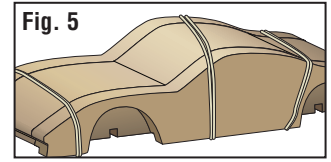

Fig. 5
- Hold Sides tightly in place with rubber bands until completely dry (Fig. 5). Use a damp towel to wipe off any excess glue.
- Côtés maintenir solidement en place avec bandes en caoutchouc jusqu'à ce qu'ils soient complètement secs (Fig. 5). Utiliser une serviette humide pour essuyer l'excès de colle.